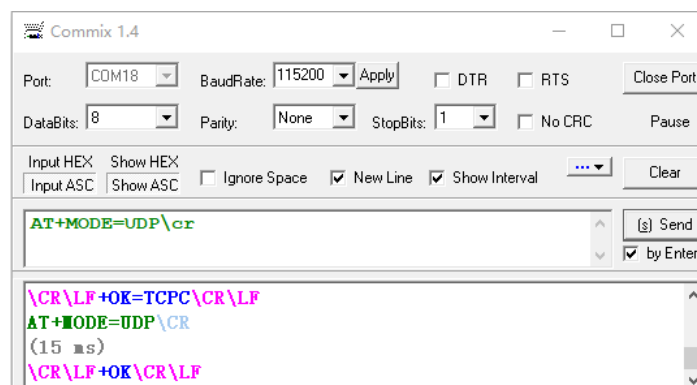

Abbildung 6-6 AT-Befehl zum Einstellen des UDP-Modus
1) Das Modul ist auf den UDP-Modus eingestellt, und der Zielport ist auf 60000 festgelegt, was entweder durch einen AT-Befehl oder über die Webseite eingestellt werden kann (siehe Abbildung 6-6). Einzelheiten zur Eingabe des AT-Befehlssatz finden Sie im Abschnitt AT-Befehlssatz.
- 2) Wie in Abbildung 6-6 dargestellt, zeigt der Empfang von "+OK" an, dass das Modul die Einrichtung des UDP-Modus abgeschlossen hat. Dann wird der AT-Befehlsmodus verlassen und das Programm kehrt automatisch in den Durchreichmodus zurück.